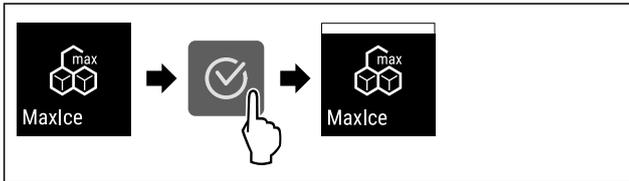

Fig. 19
- Handlungsschritte (siehe Fig. 19) durchführen.